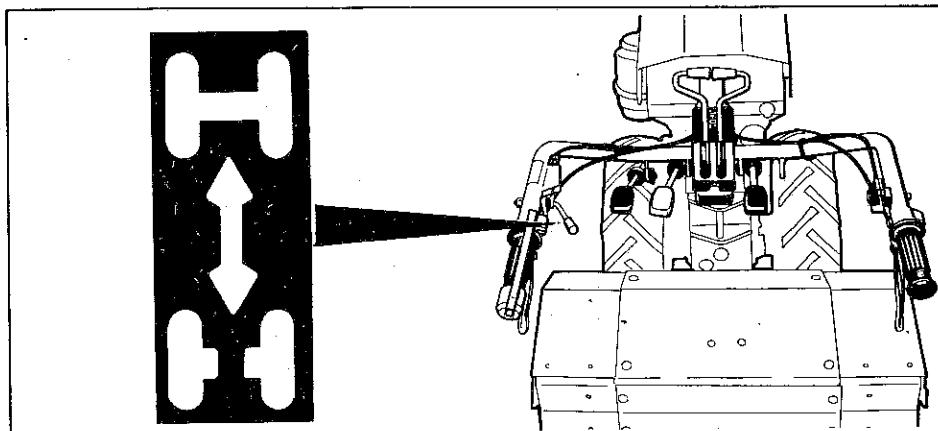

Fig. 8 - Bild 8
Azionare la rispettiva leva di comando come segue (vedere la fig. 8):
*The differential control lever can be actuated as outlined (see fig. 8):*
*Actionner le levier de commande comme indiqué (voir fig. 8):*
*Den betreffenden Schalthebel wie folgt betätigen (siehe Bild 8):*